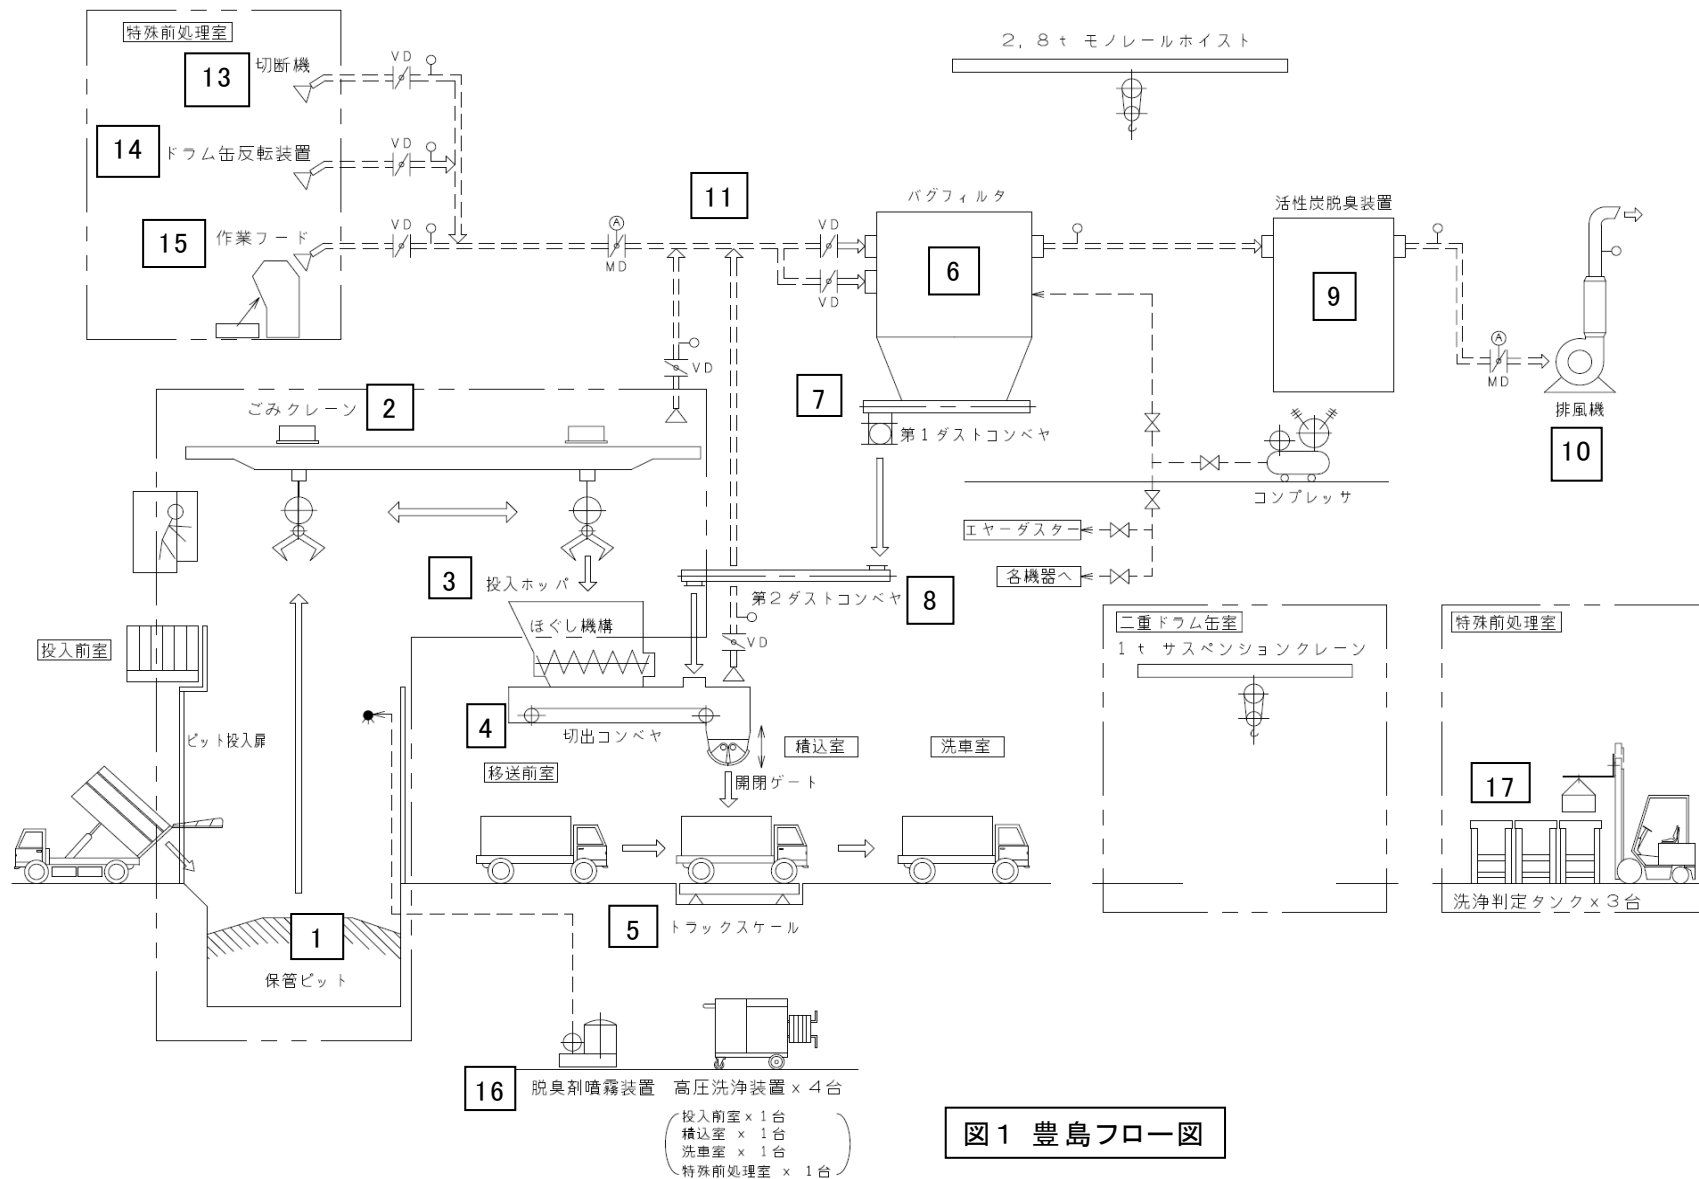

図1 豊島フロー図
1. 豊島の間保管・梱包施設及び特殊前処理物処理施設で堆積物が残存すると想定される設備等とその除去作業の方法は、表1及び図1に示すとおりとする。
設備等の分類区分に基づき堆積物が残存すると想定される設備等及びBATに基づき採用する除去作業の方法については表1、2、図1、2、3のとおりとする。